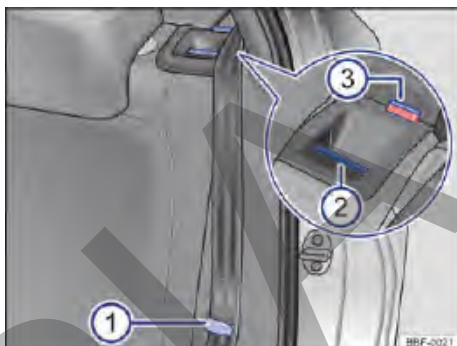

Fig. 67 En el respaldo del asiento trasero: tecla de desbloqueo.
- Encajar las bandas de los cinturones en los respectivos alojamientos en la guarnición lateral → **fig. 67 ⓘ**
- Tirar de la tecla de desbloqueo → **fig. 67 ②** hacia adelante y, al mismo tiempo, rebatir el respaldo del asiento trasero hacia adelante.
- La parte de respaldo del asiento trasero estará desbloqueada cuando la marca roja → **fig. 67 ③** sea visible.
- La marca roja → **fig. 67 ③** ya no puede ser visible.